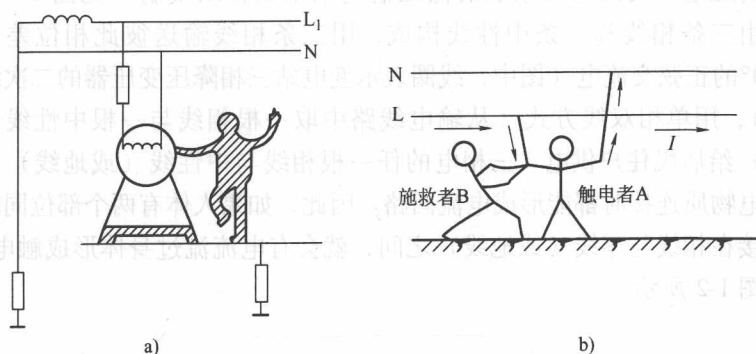

图 1-3 两种间接触电状况
(2) 间接触电。间接触电是指人体没有跟电网输电导线接触而发生的触电。电器外壳漏电或解救触电者时方法不当是造成间接触电的两种常见情况，如图 1-3 所示。